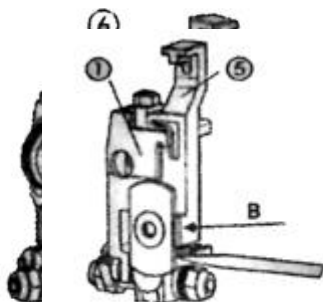

Рис. 21
- Поворот или замена плоского ножа (Рис.21)
- ослабить крепежный винт (9).
- поверните нож для смены используемого края (8) и затяните крепежные винты (9).
- Замена дискового лезвия (Рис.21)
- ослабьте винт (6), затем снимите дисковое лезвие (7)